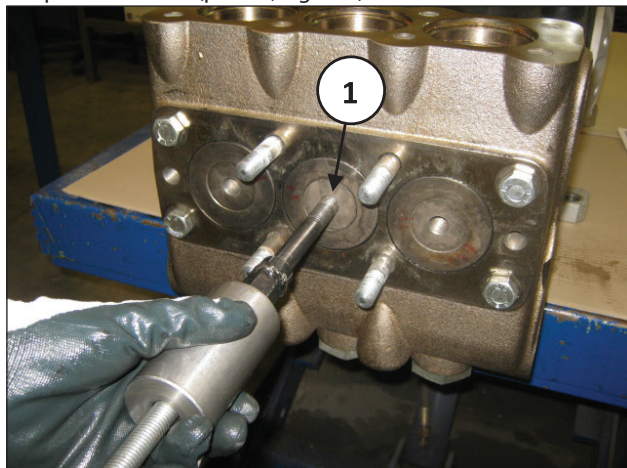

Fig. 103
- C) Extraer los tapones anteriores utilizando un extractor de percusión M16 (pos. ①, Fig. 103).
Extraer los tapones anteriores utilizando un extractor de percusión M16 (Fig. 103).